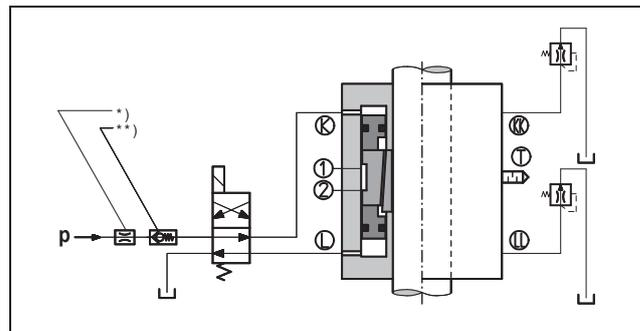

図3: 油圧配管の概略図
図3「油圧配管の概略図」の油圧回路を参考に配管していただければ、ほとんどのアプリケーションにてご使用いただけます。ロッキングユニットKBのクランプ・アンクランプは、4/2方向制御弁にてコントロールされます。クランプさせるためには、ポートKに油圧を供給し、ポートLは解放します。逆に、アンクランプ時はポートLに油圧を供給します。クランプ時にポートKから油圧が抜けてしまうと、ロッドをアンクランプしてしまう恐れがあります。クランプ時には、必ずポートKへの圧力供給をキープしてください。ロッキングユニットKBのクランプ・アンクランプ動作は、ロッドが停止している状態で行ってください。
- * ロッキングユニットへの圧力供給時にインパクトノイズが発生した場合は、図3のp-ライン上にあるフローコントロールバルブを調整することで解消できることがあります。